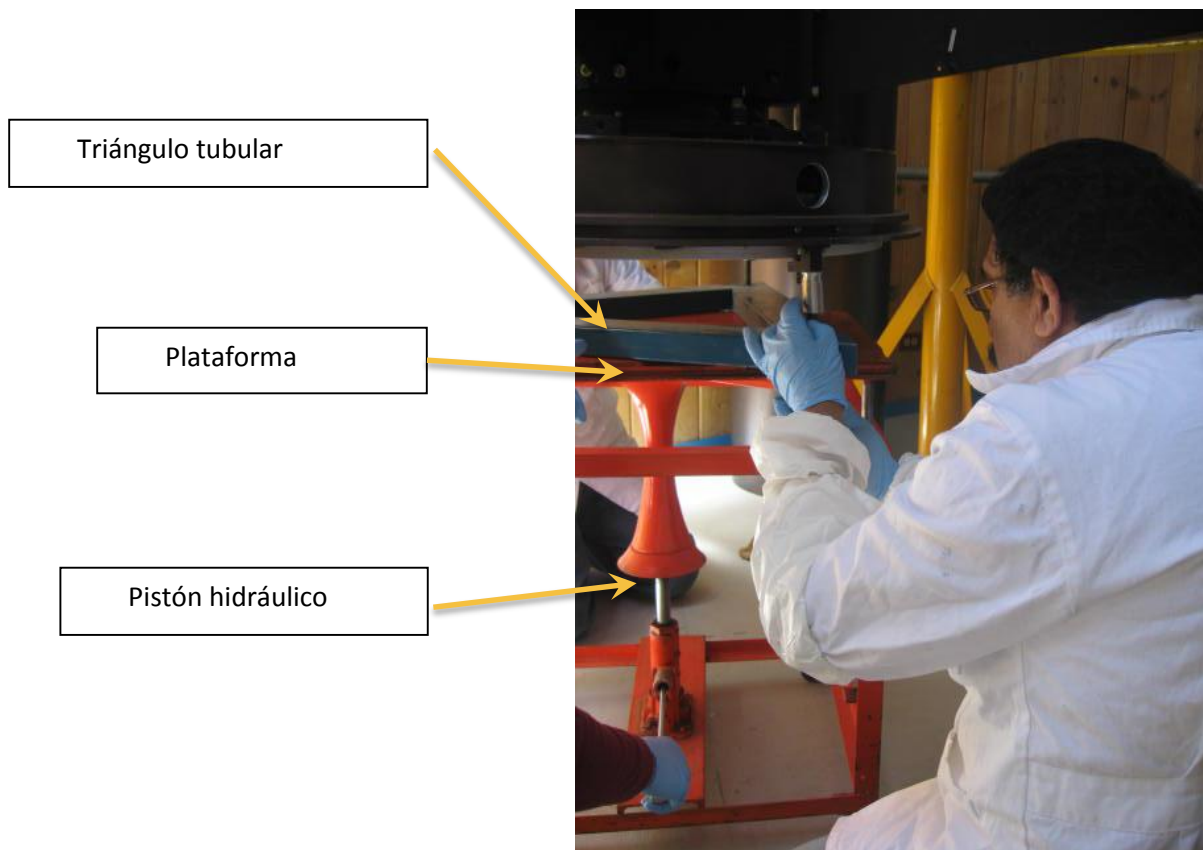

Figura 3: Colocación del triángulo tubular.
- 3.3. Se coloca el triángulo tubular sobre la plataforma de la mesa. El triángulo tiene tornillos con manivelas en cada uno de sus vértices (ver *Figura 3*).